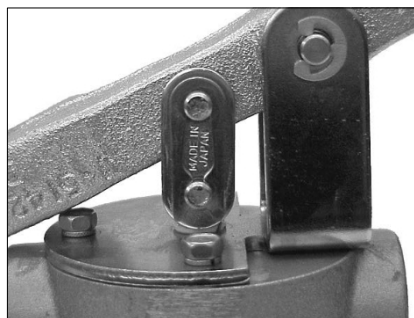

Figura 17a
3. Coloque la válvula sobre una superficie plana con el pistón de la válvula mirando hacia abajo (Figura 17a).